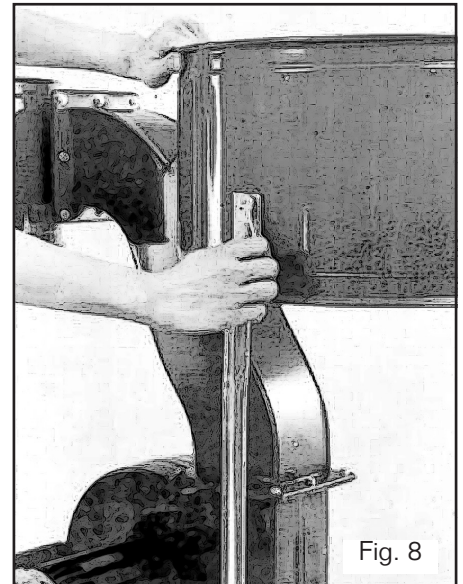

Fig. 8
Ahora instale los dos soportes (F) como se muestra en la Fig. 7 y Fig. 8